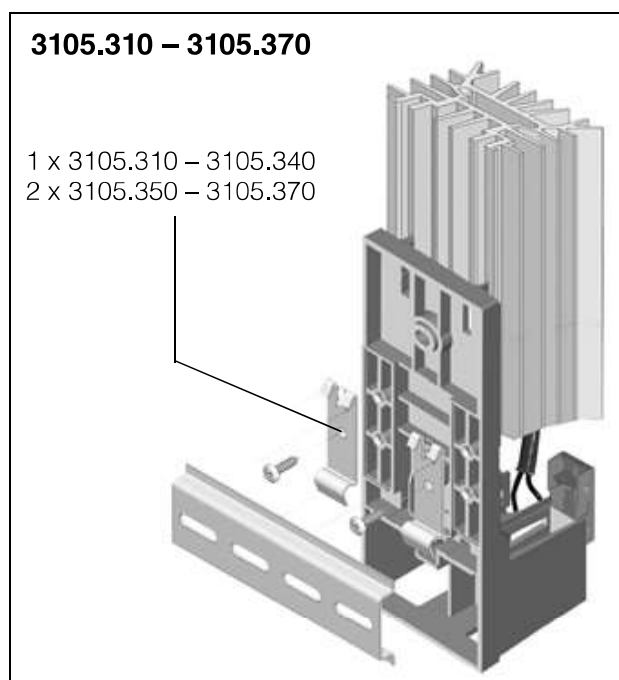

Bild 2: Snäppfastsättning på 35 mm profilskena
1	Montageanvisning Fastsättningsmaterial (se bild 2)
1. Snäppfastsättning på en 35 mm profilskena EN 60715 (bild 2).